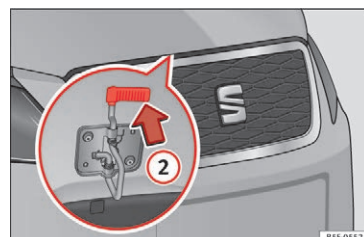

Fig. 9 Arm under motorhjelmen
- Løft op i motorhjelmen. Tryk vippeknappen, der er placeret under motorhjelmen, opad »» Fig. 9 ②. Derved bliver sikkerhedskroen udløst.